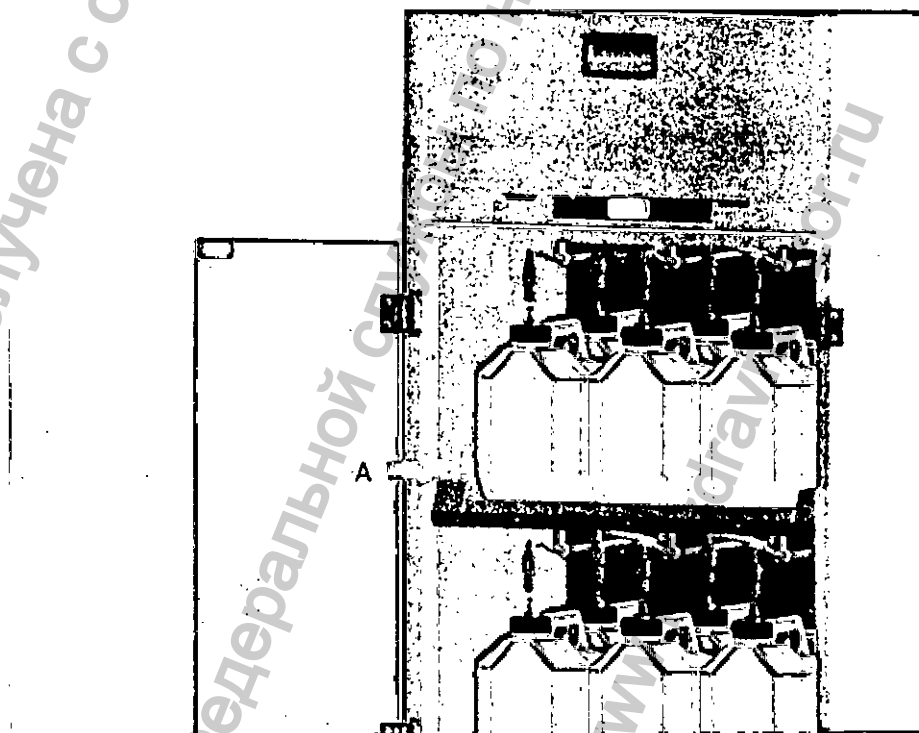

Рисунок 3.3. Установка резервуара в отсек для реагентов
- Установите канистры на соответствующие места в отсеке для реагентов (рисунок 3.3 А) и присоедините быстросъемную розетку к штуцеру, установленному в крышке резервуара, до щелчка (рисунок 3.3 Б).